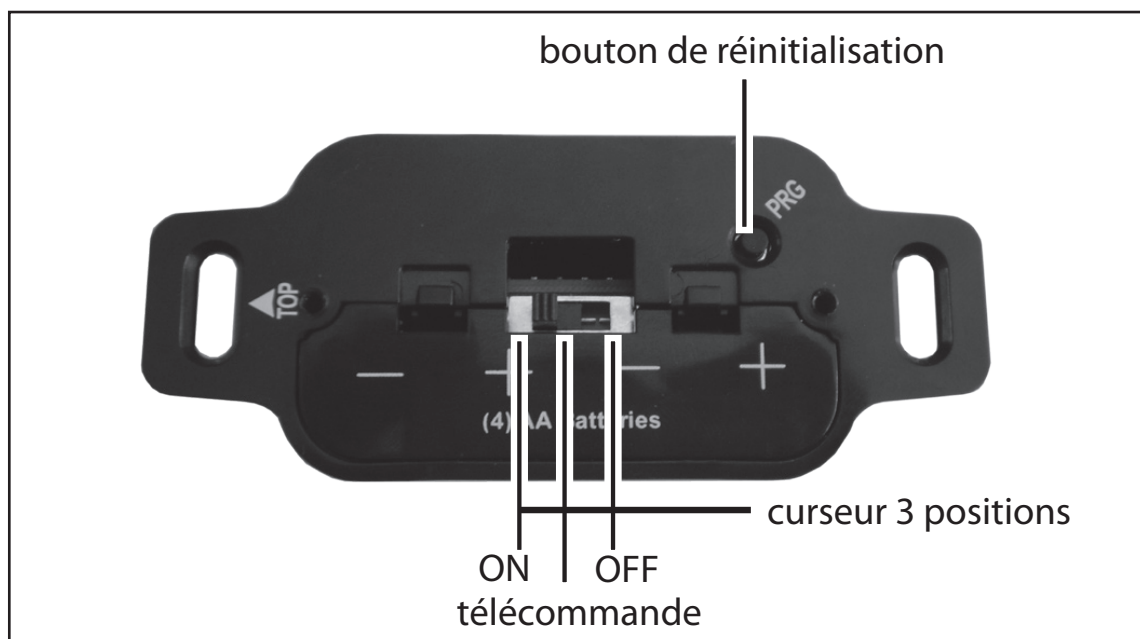

Figure 7: Support de batterie.
Le support de batterie (Figure 7) relie directement à la IFC avec un faisceau de câblage. La IFC est alimenté par quatre (4) piles de type AA. La IFC accepte les commandes via la fréquence radio de l'émetteur pour faire fonctionner l'appareil conformément à la configuration du système Proflame particulier. Le support de la pile a une durée de trois (3) position contacteur de glissière qui peut être défini sur l'une des trois positions : sur (commande manuelle), Distant (Remote Control), ou Off.
Insérez les quatre (4) piles AA dans le compartiment de piles de l'IFC. Notez la polarité de la pile et l'insérez dans le compartiment comme indiqué sur les supports du compartiment. Poussez le bouton de réinitialisation sur l'IFC marqué « SW1 » (voir la Figure 7). L'IFC émettra trois (3) bips pour indiquer qu'il est prêt à synchroniser avec un émetteur. Insérez les trois (3) piles type AAA dans le compartiment de piles de l'émetteur, situé sur la base de l'émetteur. Avec les piles installés dans l'émetteur, poussez le bouton « ON ». L'IFC émettra quatre (4) bips pour indiquer que la commande de l'émetteur a été acceptée et enregistre le code particulier de cet émetteur. Le système est maintenant initialisé